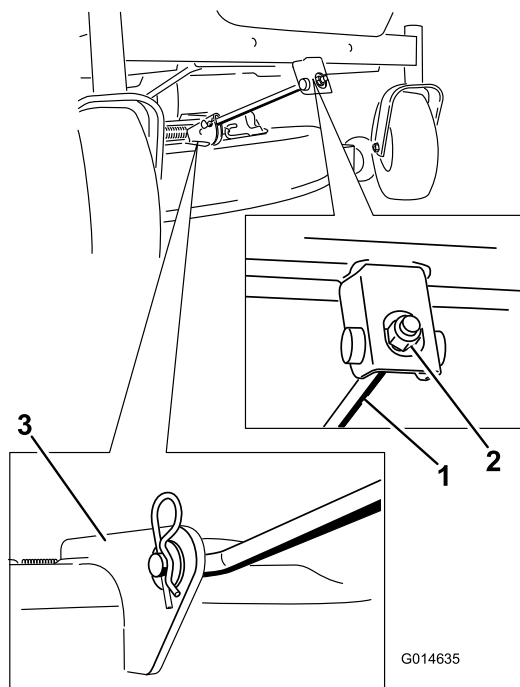

Figure 56
4. Retirez la goupille fendue de la tige de support avant et déposez la tige du support de tablier (Figure 56). Abaissez doucement l'avant du tablier de coupe au sol.
- Fixez la tige de support avant au tablier de coupe à l'aide de l'axe de chape et de la goupille fendue (Figure 56).